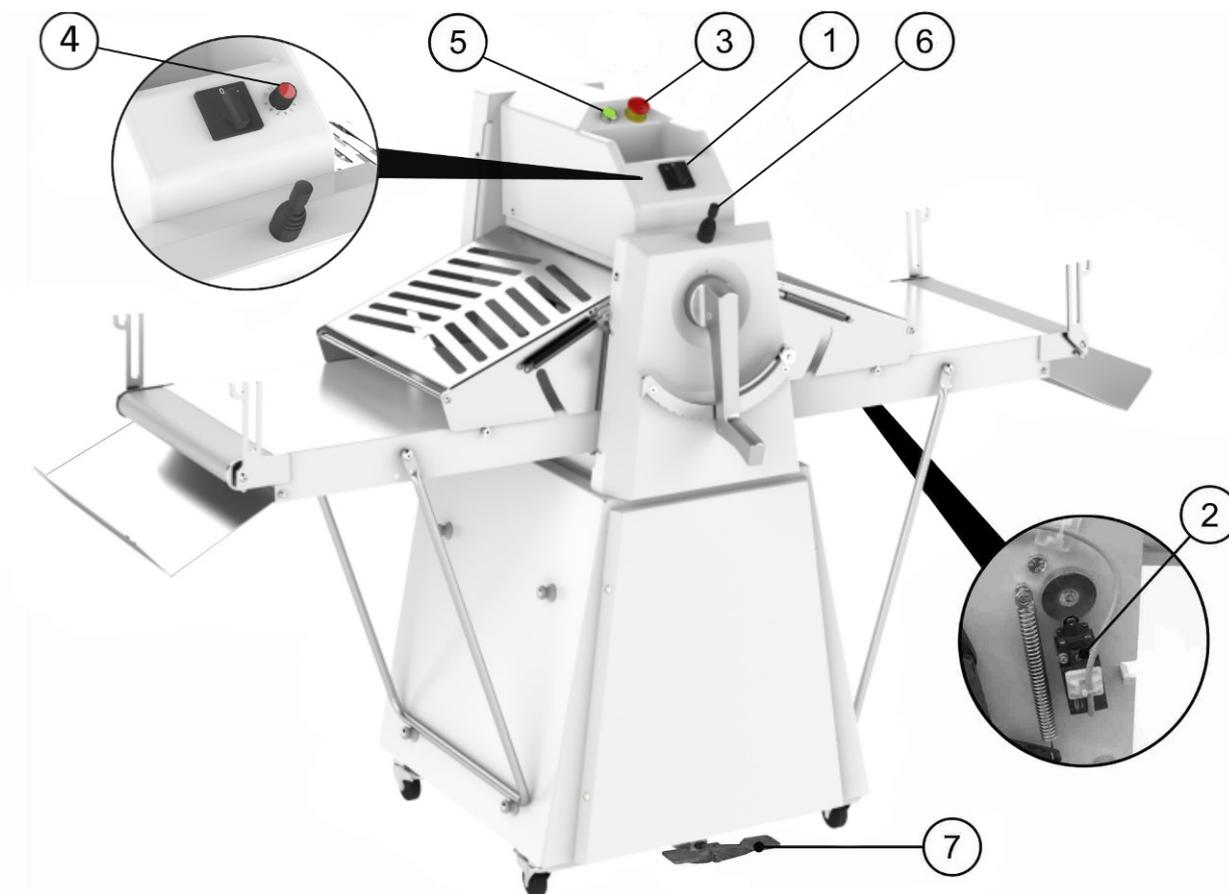
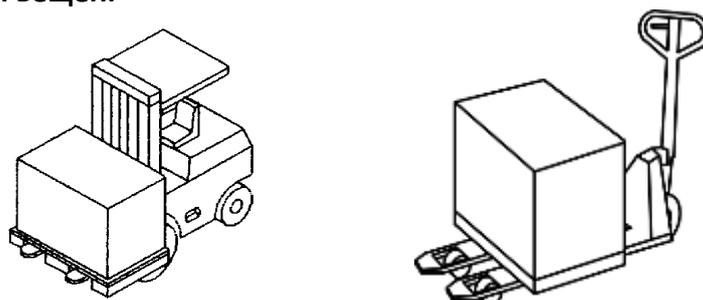

Рисунок 5
Рисунок 7
Ссылаясь на Рисунок 5, машина оборудована следующими устройствами управления и контроля:
Для перемещения груза на/из транспортного средства необходимо использовать автопогрузчик, предназначенный для поднятия грузов соответствующего веса; вставить вилы автопогрузчика внутрь поперечных планок паллета как указано на Рисунок 7. Снять с оборудования упаковку; проверить состояние и целостность оборудования; разделить материалы по виду (пластик, дерево и др.) и оставить их на хранении в специально отведённых для этого местах, доступ к которым разрешён только уполномоченному персоналу, в ожидании окончательной утилизации на специализированных предприятиях.
- Проверить кнопку аварийного сигнала из. 3 Рисунок 5, которая должна быть отключена (в противном случае необходимо отключить её)
- Выставить общий выключатель в позицию **I (ВКЛ)** из. 1 Рисунок 5
- Активизировать кнопку запуска рабочего режима оборудования из. 6 Рисунок 5
- Для запуска прокатки теста необходимо повернуть рычаг из. 6 Рисунок 5 в направлении противоположном от того, в котором находится тесто; лента начнёт двигаться в том же направлении, что и цилиндры. Для реверсирования движения ленты достаточно переместить ручку на противоположную позицию относительно той, в которой она находится. Тот же критерий применяется для использования педали изменения направления движения рис. 7 Рисунок 5 (только для модели SH500-600)
- В моделях с регулятором скорости (инвертором), необходимо выбрать необходимую для работы скорость посредством регулятора из. 4 Рисунок 5.
- Не используйте покрытия безопасности для остановки работы тестораскаточной машины и используйте аварийный сигнал исключительно в случае крайней необходимости. **Если оборудование остановлено одним из описанных выше способов, для возобновления движения необходимо нажать кнопку запуска рабочего режима из. 6 Рисунок 5.**